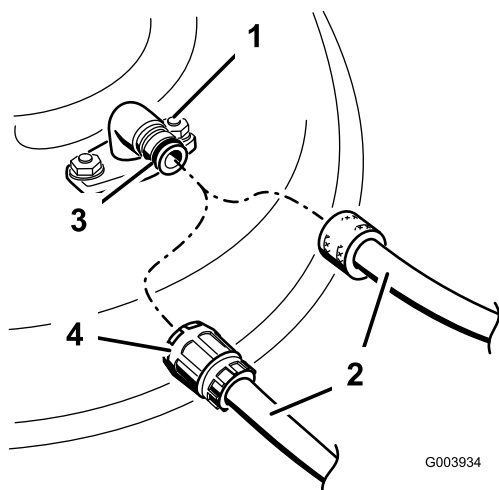

Figura 30
4. Fixe uma mangueira ao encaixe para lavagem e abra a água a alta pressão (Figura 30).